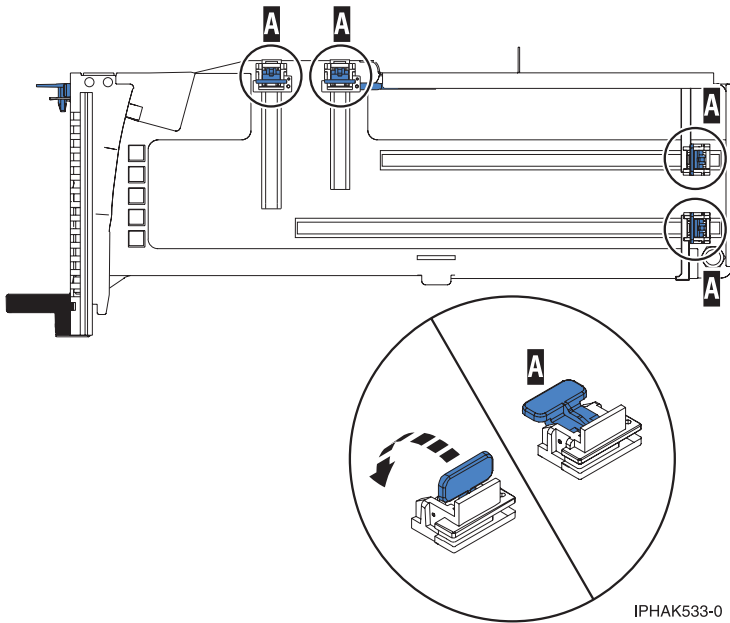

Figure 84. Crochets de retenue de l'adaptateur de carte dans une cassette
- a. Vérifiez que tous les crochets de retenue de carte sont repoussés vers les bords de la cassette pour permettre l'installation de la carte. Voir figure 84, à la page 82.